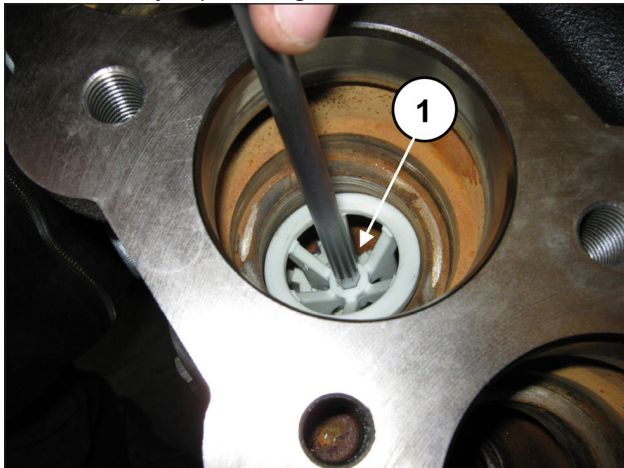

Fig. 100
Extraia o espaçador da guia da válvula, inserindo uma chave hexagonal de 8 mm no local especial e puxe a alavanca para facilitar a remoção (pos. ①, Fig. 100).